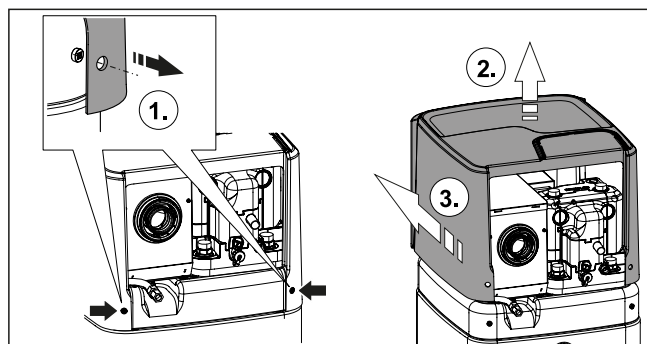

Fig. 4-11 Retirar la cubierta
- 6 Tender los conductos de conexión de manera que pueda desmontarse la cubierta protectora (Fig. 4-11).